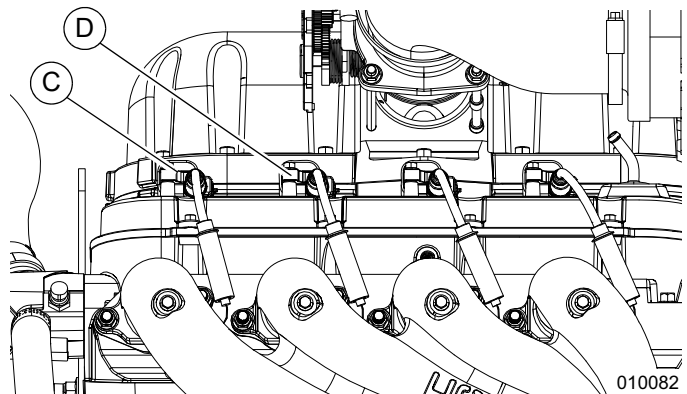

Figure 5-16. Débrancher les câbles de bougie.
2. Voir **Figure 5-16**. Débrancher les câbles de bougie d'allumage (C) des bornes de bougie (D).